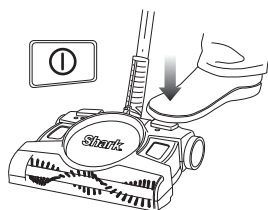

Fig. 3
- 1 Presione el botón de encendido para encender la barredora de pisos y alfombras. Al terminar de limpiar, presione nuevamente el botón de encendido para apagar la unidad. (fig. 3)